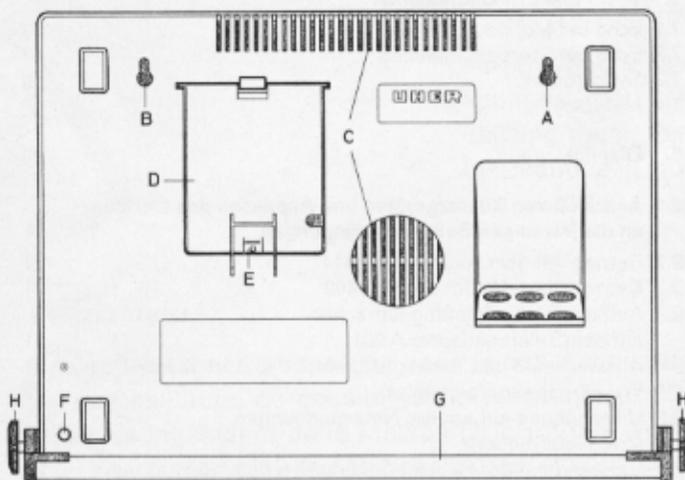

Abb. 1
1.2 An der Wand hängend (Abb. 1)
1.3 Luftzufuhr für Wärmeaustausch (Abb. 1)
1.5 Montage des Tragegriffes (Abb. 1 und 2)
Das Netzanschlußkabel befindet sich im Kabelfach (D) in der Bodenplatte des Gerätes. Die Verschlussklappe des Bodenfaches läßt sich nach leichtem Zusammendrücken der Verschlussraste (E) öffnen. Jetzt können Sie die Verbindung zur Steckdose herstellen (siehe Abb. 1).